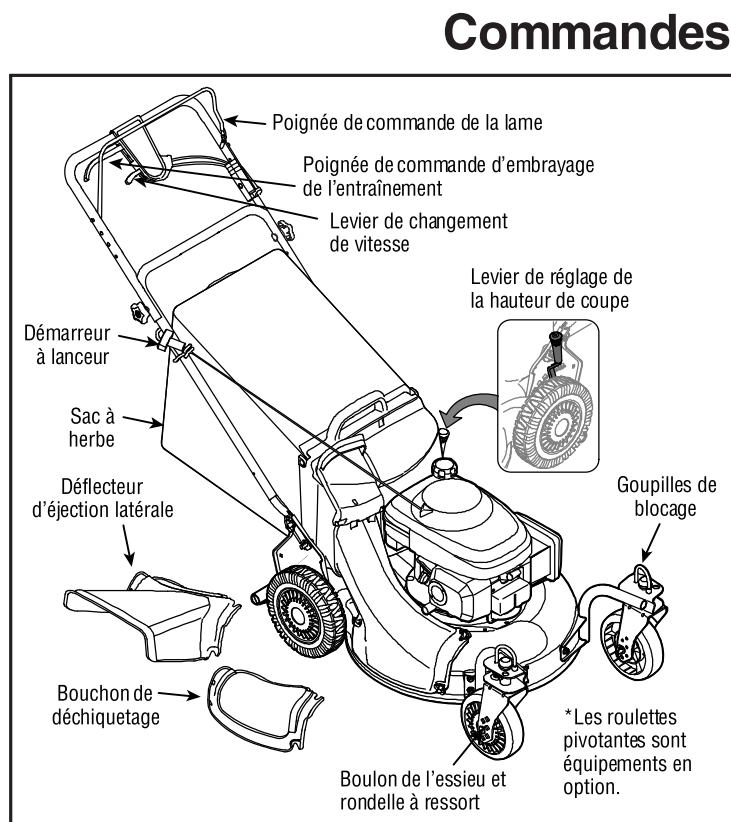

Figure 9
7. La manette de réglage détermine la hauteur de coupe de la tondeuse. La manette de réglage se trouve au-dessus de la roue arrière gauche. Tirez sur la manette et écartez-la de la tondeuse pour régler la hauteur de coupe. Déplacez-la vers l'avant ou vers l'arrière à la hauteur voulue. Voir la Figure 9.
La poignée de commande de la lame se trouve sur le guidon supérieur de la tondeuse. Voir la Figure 9. Il faut serrer cette poignée contre le guidon pour que la tondeuse fonctionne. Le fait de lâcher la poignée arrête le moteur et la lame.
Il se trouve sur le boîtier de la commande d'embrayage de l'entraînement, sur le guidon supérieur. Voir la Figure 9. Il sert à choisir la vitesse de déplacement de la tondeuse. Lâchez la commande d'embrayage de l'entraînement pour changer de vitesse.
La hauteur de coupe des roues avant est déterminée par le réglage à l'une des six positions de chaque roue pivotante. Voir la Figure 9.
5. Pour enclencher l'entraînement, pressez la poignée de commande de l'embrayage vers la poignée de commande de la lame. Voir la Figure 9. Lâchez la commande de l'embrayage pour ralentir pour contourner un obstacle, tourner ou pour arrêter.
6. Le levier de changement de vitesse se trouve sur le boîtier de la commande d'embrayage de l'entraînement, sur le guidon supérieur. Voir la Figure 9. Il sert à choisir la vitesse de déplacement de la tondeuse. Lâchez la commande d'embrayage de l'entraînement pour changer de vitesse.
1. Pour enclencher l'entraînement, pressez la poignée de commande de l'embrayage vers la poignée de commande de la lame. Voir la Figure 9. Lâchez la commande de l'embrayage pour ralentir pour contourner un obstacle, tourner ou pour arrêter.
2. Le levier de changement de vitesse se trouve sur le boîtier de la commande d'embrayage de l'entraînement, sur le guidon supérieur. Voir la Figure 9. Il sert à choisir la vitesse de déplacement de la tondeuse. Lâchez la commande d'embrayage de l'entraînement pour changer de vitesse.